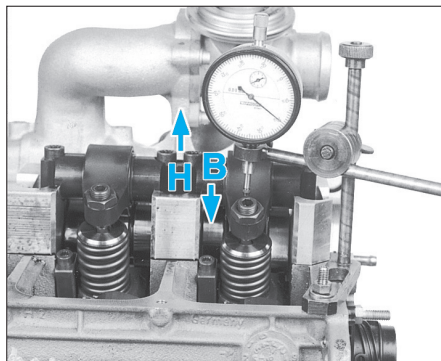

Fig. 41
- Mettre en place un comparateur muni d'un pied approprié, palpeur en appui sur la vis de réglage de l'injecteur-pompe (Fig.41).